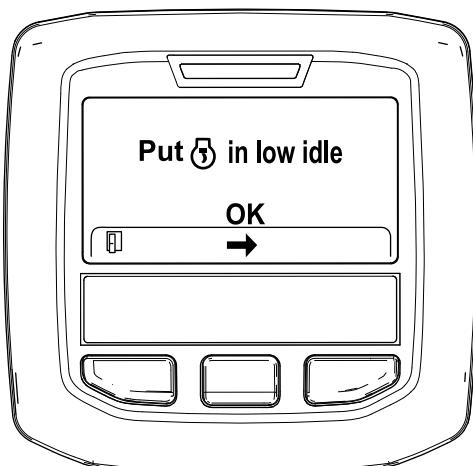

Figura 52
6. Spostate il comando dell'acceleratore in posizione di MINIMA INFERIORE e premete il pulsante centrale (Figura 52).